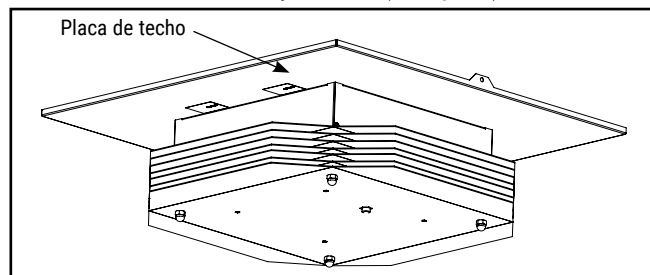

Figura 1.
1. Retire la luminaria de la caja de envío. (Ver Figura 1)